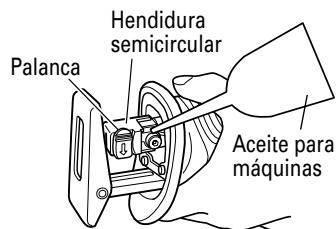

Fig. 12
- (1) Despues de utilizar la sierra, elimine el aserrín, el polvo, la arena, la humedad, etc. con aire o con un cepillo, etc. para asegurarse de que la montura de la hoja funciona suavemente.
- (2) Tal como se muestra en la Fig. 12, lubrique periódicamente alrededor del sujetador de la hoja con lubricante para cuchillas.